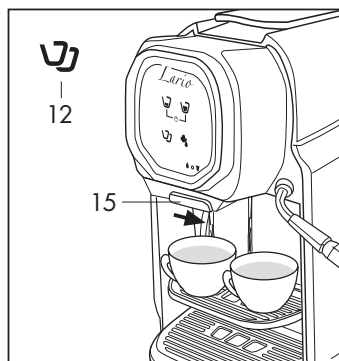

Fig. 11
Per la preparazione del caffè doppio spostare il selettore (15) sulla destra (Fig.11)
- Dopo aver spostato il selettore (15) sulla destra, posizionare 2 tazzine sul supporto (Fig.11)
- Procedere all'inserimento della capsula come indicato nella pagina precedente e premere il simbolo (12) (Fig.11)
- Per il modello senza selettore dopo aver posizionato le due tazzine premere il tasto (12) (Fig.11)